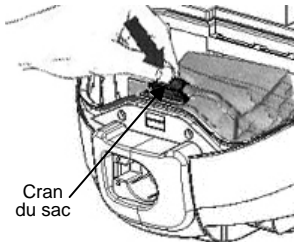

Fig. 8
5. Raccordez le sac à son emplacement avec les crans montrés à la Fig. 8.